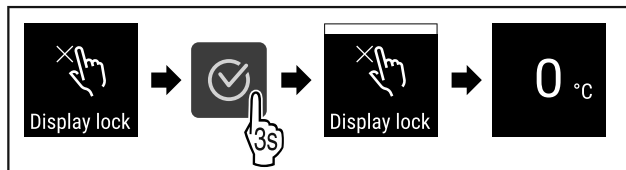

Fig. 67
- ▶ Kryeni hapat e veprimit (shihni Fig. 67) .